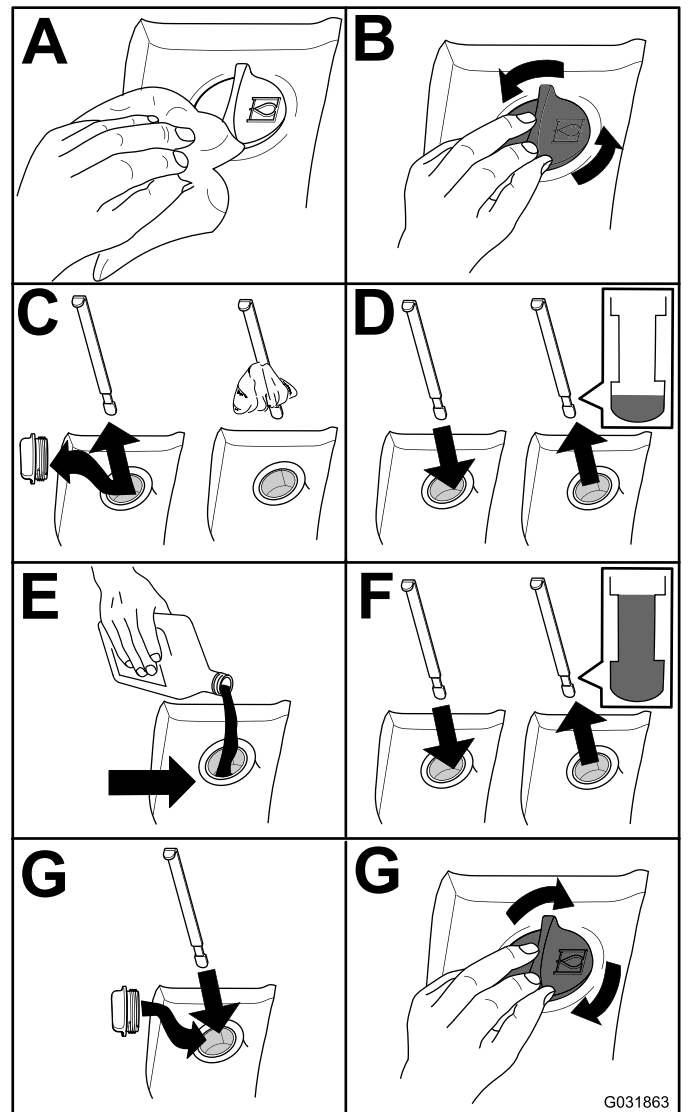

Figure 104
2. Contrôlez le niveau du liquide hydraulique (Figure 104).